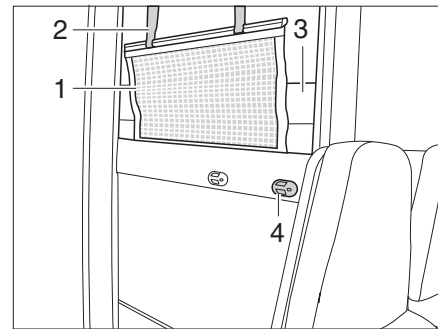

Fig. 133 Lit superposé (côté)
- Retirer le matelas (Fig. 133,3) du lit supérieur et le poser sur le lit inférieur.
- Accrocher l'échelle de montée par les longerons sur le bandeau (Fig. 133,4) installé sur le cache.
Le filet de sécurité (Fig. 133,1) de série est rangé entre le matelas et le sommier à lattes. Ne tendre le filet de sécurité qu'une fois que les personnes se trouvent dans la capucine.
- Faire s'enclencher les sangles de retenue (Fig. 133,2) dans les œillets du plafond.